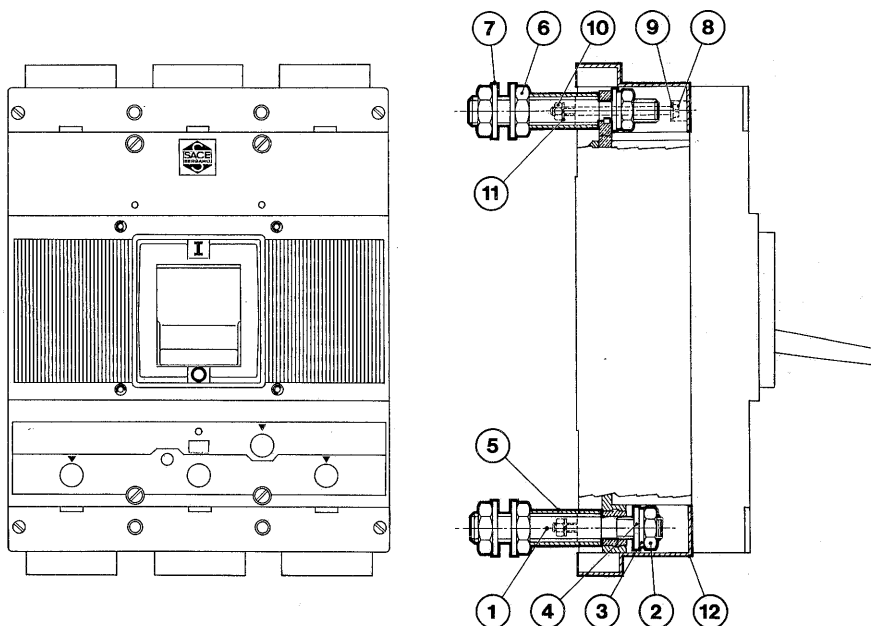

Fig. 11
7.2. Trasformazione dell'interruttore base in interruttore fisso con attacchi posteriori (fig. 11)
- b) infilare dal retro i gambi (1) fino a far battuta contro gli attacchi dell'interruttore bloccandoli anteriormente, usando una chiave a tubo, con i dadi (2) e le rosette (3) e (4)
- c) infilare sui gambi i tubetti isolanti (5)
- d) avvitare i dadi (6) con le rosette (7) sui gambi come indicato in figura
- e) infilare nei loro fori le 4 viti (8) con le rosette piane (9) e posteriormente avvitare i dadi (10) con le rosette (11)
- f) infilare le protezioni (12)